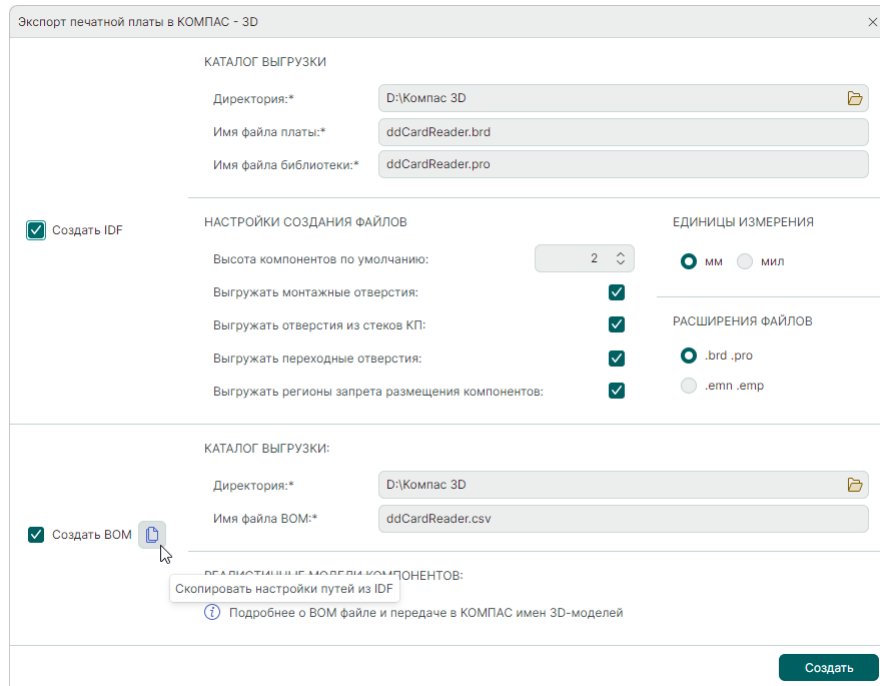

Рис. 10 Копирование настройки путей из раздела «Создать IDF»
**Примечание!** В поле «Создать BOM» расположена кнопка дублирования пути к директории, указанной при выборе места расположения экспортируемых IDF файлов, в случае если используется одна и та же директория хранения файлов, см. Рис. 10. Кнопка дублирования директории доступна только при активном поле «Создать IDF». Если необходимо выгрузить только BOM файлы после выполнения операции по дублированию пути директории снимите галку в поле «Создать IDF».